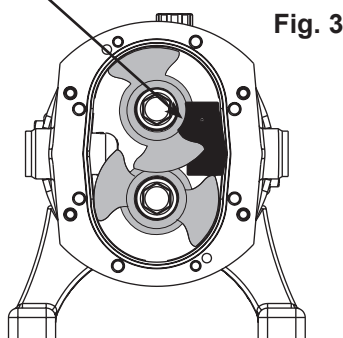

Fig. 3
1. Afmonter frontpladen (1) som beskrevet i afsnit 4.1.
2. Placer rotorerne (35) og isæt specialværktøjet rotorlås, som vist på fig. 3.
3. Løsn og fjern øverste eller højre rotorskrue (32).
4. Fjern rotorlåsen og træk rotoren (35) af akslen (38). Kontrollér at den rotor, der ikke er blevet løsnet endnu, ikke overlapper den rotor, der trækkes ud.